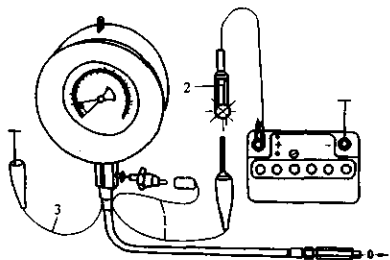

图 2-108 检查润滑油压力开关
1) 拔下低压开关 ( $0.025\text{MPa}$ , 棕色绝缘层), 将其拧到 V. A. G1342 润滑油开关测试仪上, 如图 2-108 所示。